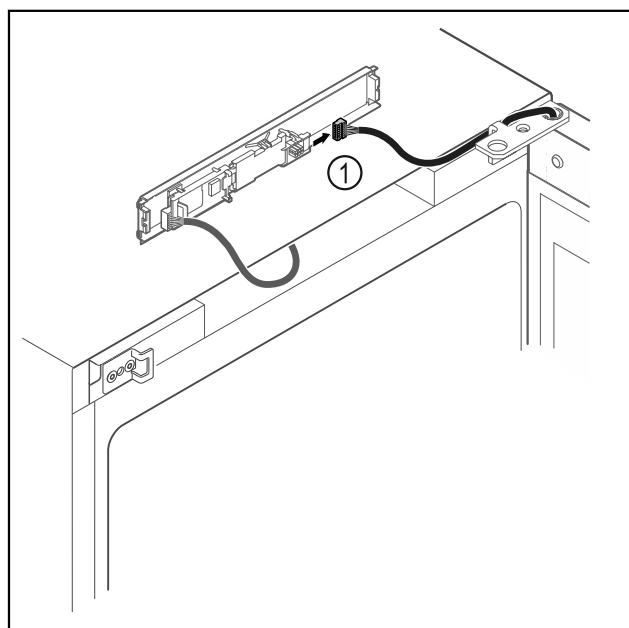

Fig. 10
- ▶ Извадете щекера Fig. 10 (1) от платката.